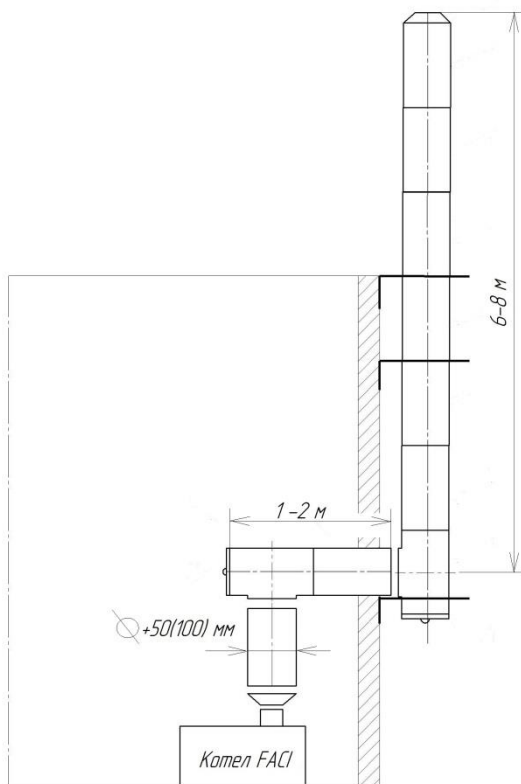

Рис. 25
2.7.7 Горизонтальный участок 90° длина 1-2 м. Вертикальный участок 6-8 метров с расширением трубы на 50-100 мм. (Расширение начинается с момента поворота) (см рис. 25).